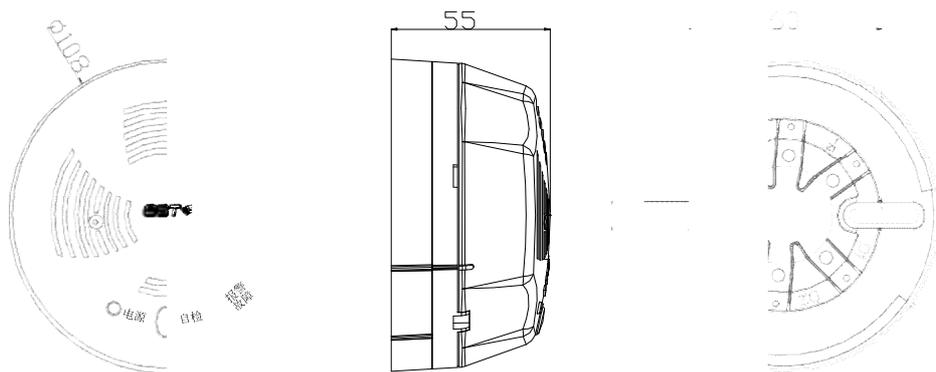

图 1- 46
GST-BT (R) 001F 独立式可燃气体探测器由两部分构成：探测器及底座，示意图如图 1- 46 所示。